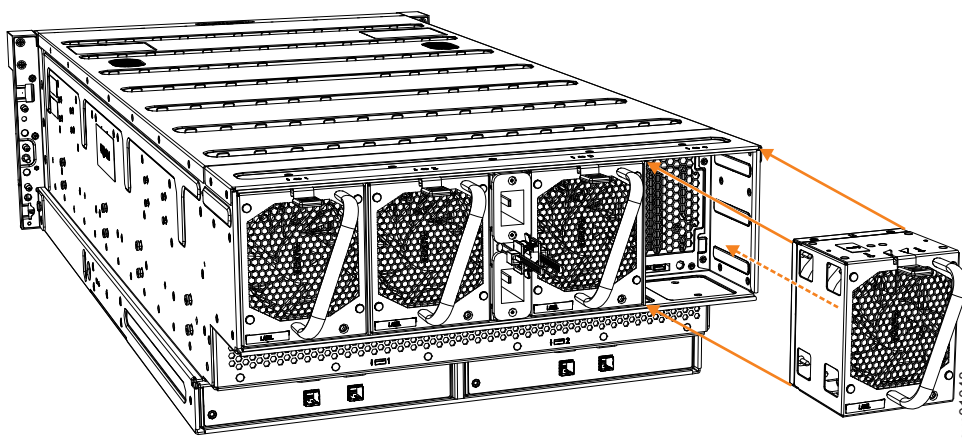

図 111. ファン・モジュールの取り外し
3. 図 111 に示されているように、ハンドルを使用して、ファン・モジュールをエンクロージャーのシャーシから引き出します。